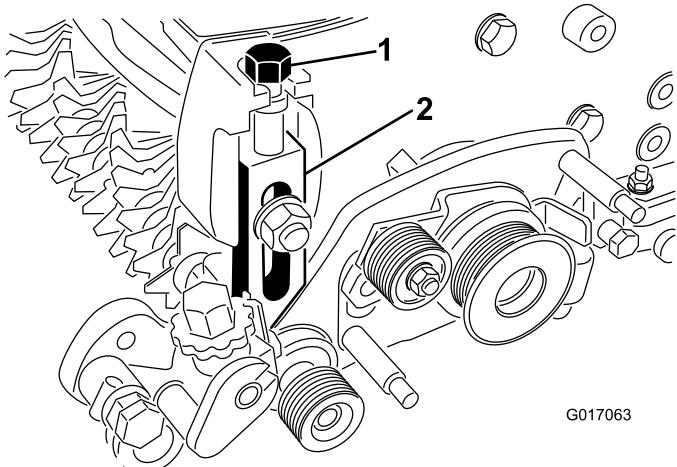

図 10
21. 左側アジャスターム・アセンブリの上部に、刈高調整ねじを取り付ける図 10。
22. 左側アジャスターム・アセンブリをカッティングユニットのサイドプレートに挿入する既存のプラウボルト、ナットと新しいワッシャを使用する。刈高アーム・アセンブリのロッドの端部がグルーマ駆動アセンブリの穴についているブッシュに入っていることを確認する図 10。
25. 右側アジャスターム・アセンブリの上部に、刈高調整ねじを取り付ける図 10。
27. 右側アジャスターム・アセンブリをカッティングユニットのサイドプレートに挿入する既存のプラウボルト、ナットと新しいワッシャを使用する図 10。